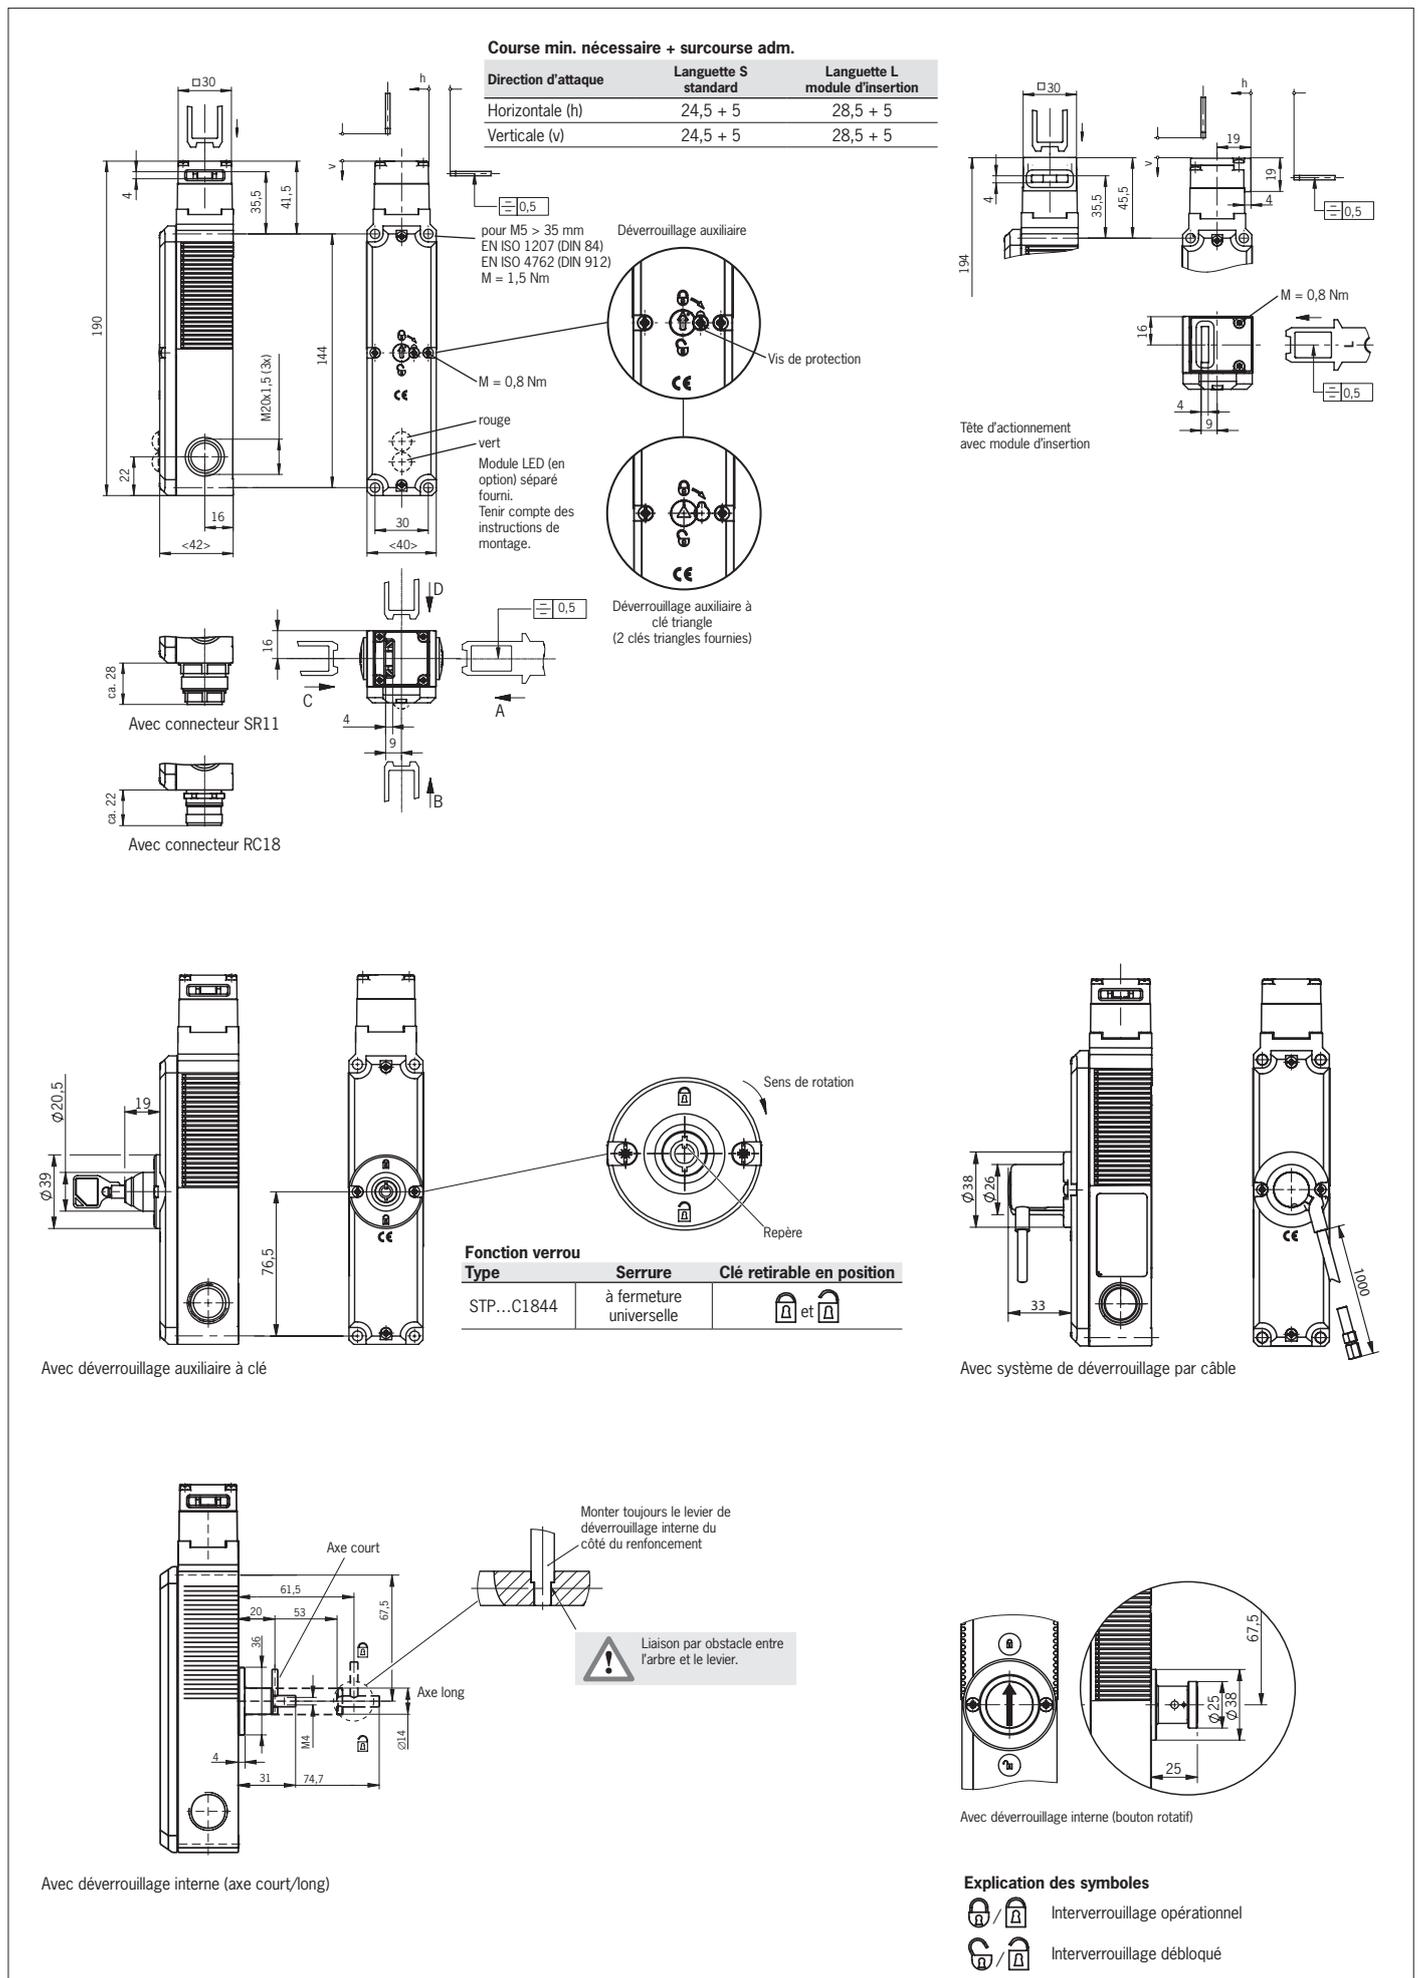

Fig. 2 : Dimensions STP... sans module d'insertion et STP... avec module d'insertion
- ▶ Daños en el dispositivo si se utiliza un actuador inadecuado. Asegúrese de elegir el actuador adecuado (consulte la tabla de la Fig. 2).